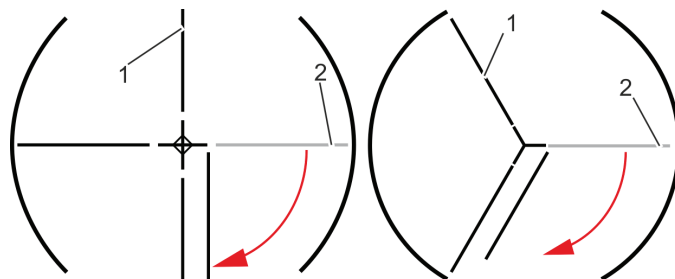

Рис. 48 Складывание створок в сторону (четыре и три створки)
2. Аккуратно установить створку (рис. 48/1) вручную, как показано на рис. 48.
Один человек должен поддерживать дверь со стороны входа (рис. 48/1).
4. Переместить створку (рис. 48/2) короткими рывками.
- » Створка сложится в сторону (рис. 48/3).